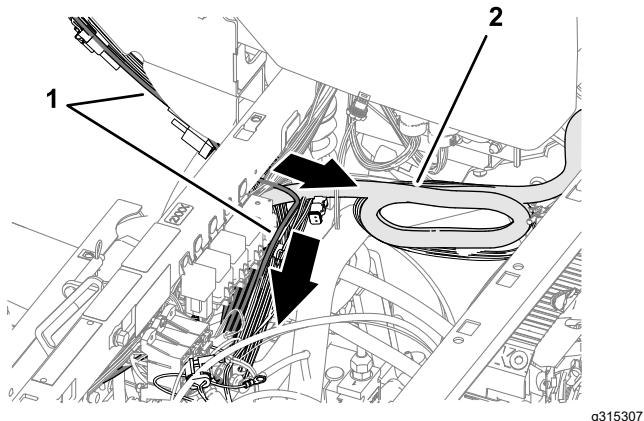

Figura 63
3. Enrute el arnés de datos del módem por detrás de los relés y hacia abajo (Figura 63).